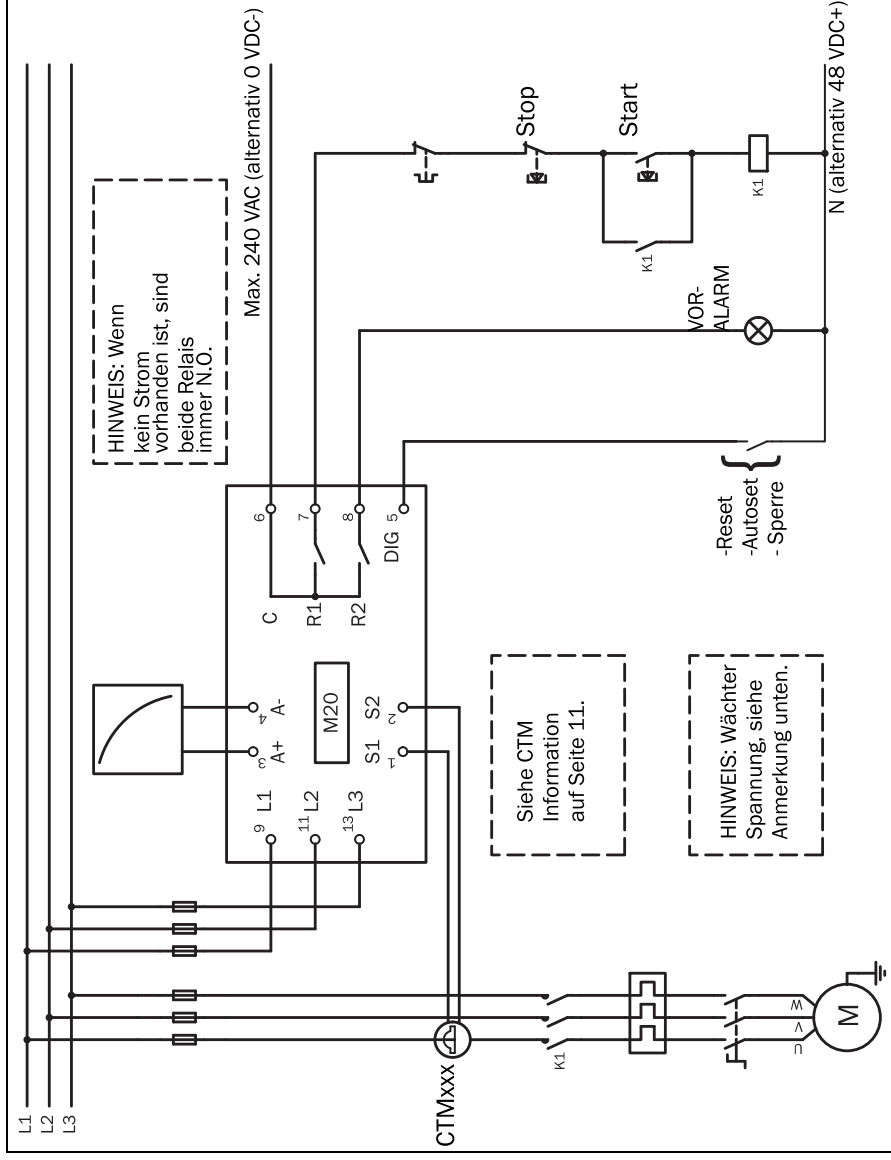
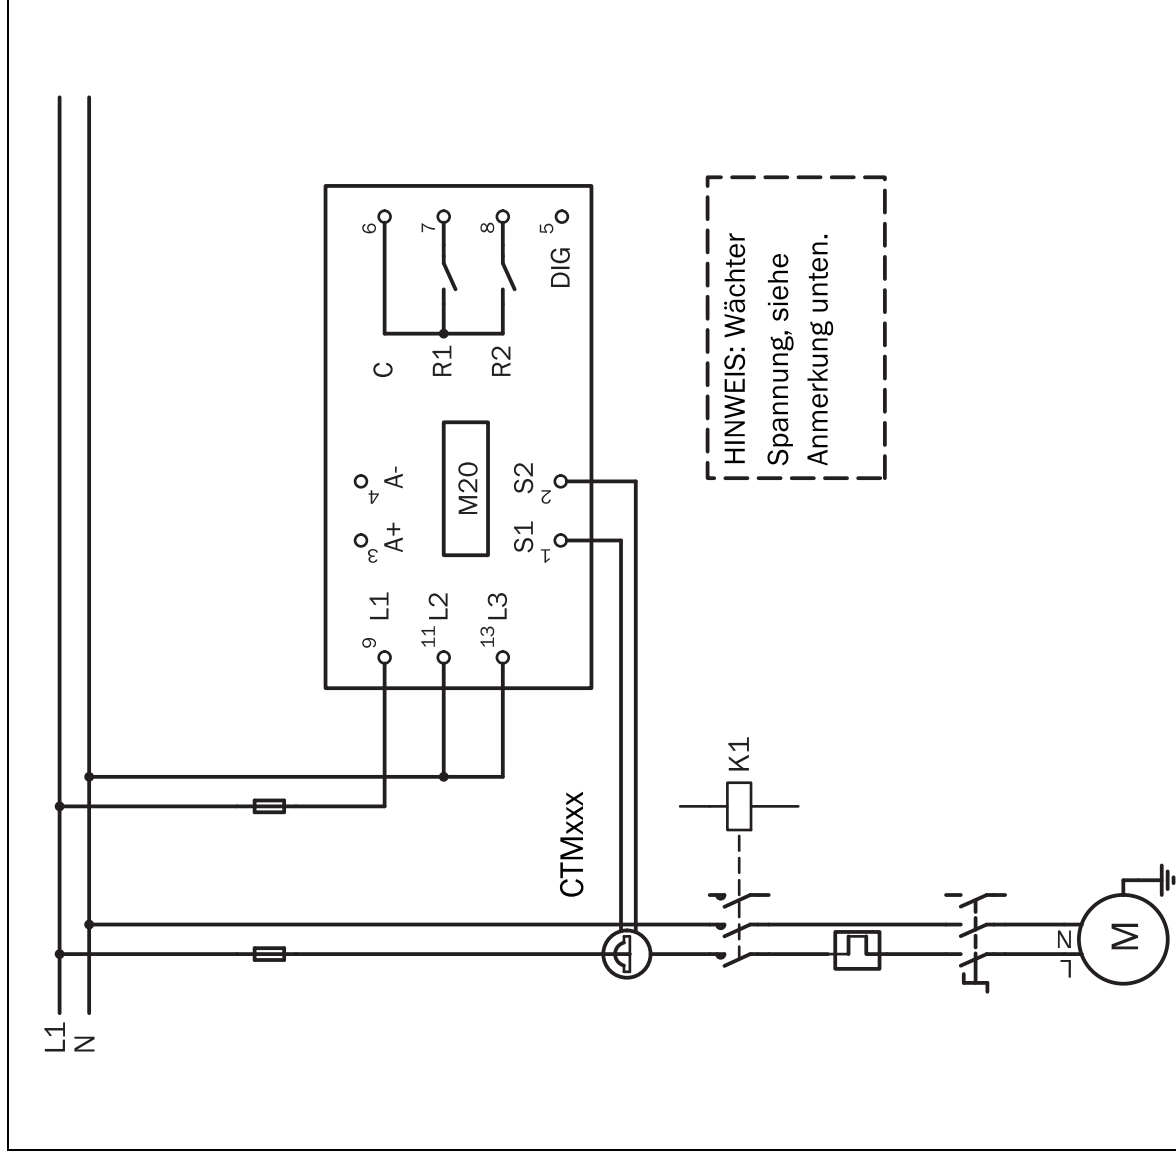

Abb. 1 Anschlussbeispiel
Abb. 2 Beispiel eines Einzelphasen-Anschlusses.
1. Den Emotron M20 entsprechend Kapitel 5 und Abb. 1 anschließen.
Der folgende Schaltplan zeigt ein Beispiel wie der M20 für die Steuerung der Start-/Stoppschaltung eines Dreiphasenmotors angeschlossen wird, Abb. 1. Anschlüsse an einen Einphasenmotor werden später in dieser Anleitung behandelt (Abb. 2) als auch die Programmierungsänderungen, die für solche Anwendungen notwendig sind. Die Voreinstellung für den M20 ist 3-phasig.
1. Der Stromtransformator CTMxxx muss in der gleichen Phase eingebaut werden, die an Klemme 9, Phase L1, angeschlossen ist, siehe Abb. 1. Missachtung dieser Anforderung führt zum Funktionsausfall des Wächters.
2. Bei Einphasen-Anschlüssen, siehe Abb. 2.
Hinweis: Der Stromtransformator (CTMxxx) muss in der gleichen Phase eingebaut werden, die an Klemme 9, Phase L1, angeschlossen ist, siehe Abb. 1.
HINWEIS: Falls START/STOPP gemäß Abb. 1 angeschlossen wird, ist eine Überbrückung der Klemmen 6 und 7 beim Programmieren zu empfehlen. Nach beendeter Programmierung ist diese Überbrückung wieder zu entfernen. In Abb. 1 sicherstellen, dass der Spannungsbereich, z.B. 3x380-500 VAC, der angeschlossenen Motor-/Leitungsspannung, z.B. 3x 400 V, entspricht.
Dieses Verkabelungsbeispiel zeigt die Anschlüsse, die für Einzelphasen-Anwendungen benötigt werden. Siehe Abb. 1 für die weitere Verkabelung.
HINWEIS: In Abb. 2 sicherstellen, dass der Spannungsbereich, z.B. 1x100-240 VAC, der angeschlossenen Motor-/„Netz – neutral“ Spannung, z.B. 1x230 V, entspricht.
Der digitale Eingang verwendet Klemme 5 (DIG) und 6 (C - Referenz). Entweder kann ein VAC oder ein VDC-Signal verwendet werden. „+“ an Klemme 5 (DIG) und „-“ an Klemme 6 für das VDC-Signal anschließen. Bitte die Polarität beachten, wenn Gleichspannung verwendet wird. Siehe Abb. 1 und Klemme 6: Max. 240 VAC (oder 0 VDC-) und an Klemme 5: N (oder 48 VDC+). Siehe Kapitel 9, Zusatzfunktionen.